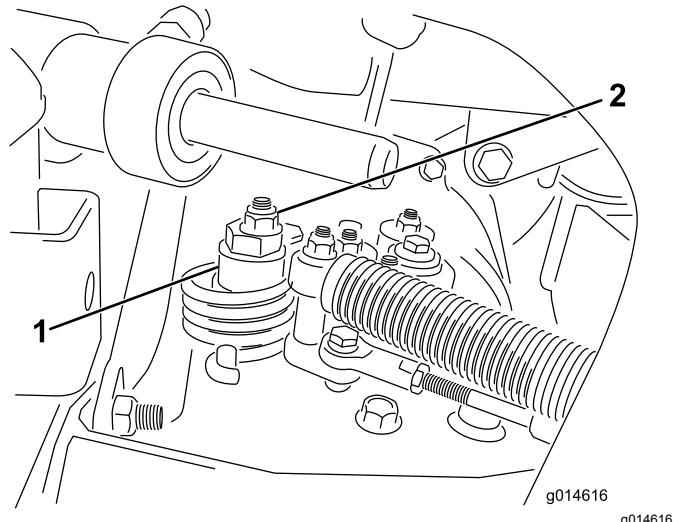

Рисунок 46
- A. Ослабьте гайку крепления эксцентрика к верхней части гидростата (Рисунок 46).
- C. Поворачивайте эксцентрик до тех пор, пока не прекратится медленное вращение колеса в любом направлении. Когда колесо перестанет вращаться, затяните гайку, которая фиксирует эксцентрик и регулировку (Рисунок 46). Проверьте регулировку при положениях дроссельной заслонки МЕДЛЕННО и БЫСТРО.